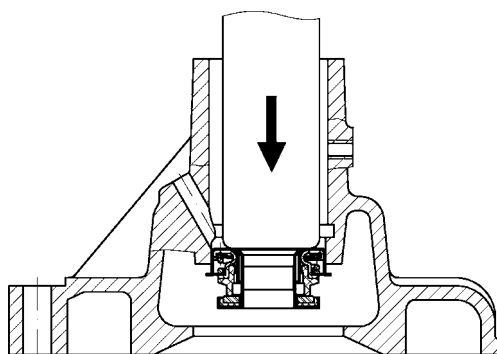

Рис. 4.137. Выпрессовка уплотнения насоса системы охлаждения
-выпрессовать уплотнение из корпуса (рис. 4.137).